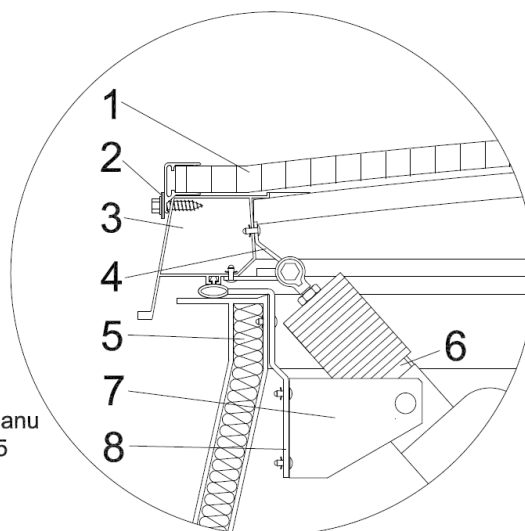

Rys. 3. Świelik AWAK z funkcją przewietrzania wyposażony w siłownik elektryczny - podstawa z blachy
- rys. 3. Świetlik AWAK z funkcją przewietrzania wyposażony w siłownik elektryczny - podstawa z blachy